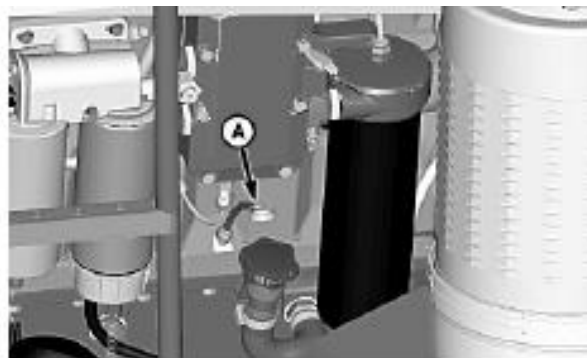

Рис.4.1 – Розташування щупу та позначки оптимального рівня
Доливати оливу слід лише в разі, якщо її рівень опуститься нижче позначки ADD на масляному щупі (рис.4.1).
Щодня перевіряти рівень моторної оливи за допомогою щупу (A) (рис.4.1). Не допускається експлуатація двигуна при рівні оливи нижче позначки "ADD" на масломірному щупі.
Щодня перевіряти рівень моторної оливи за допомогою щупа (А). Не допускається експлуатація двигуна при рівні оливи нижче позначки "ADD" на щупі (рис.4.1).